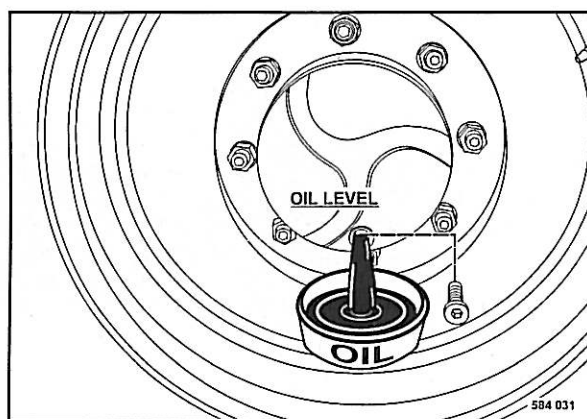

Fig. 116
- Colocar la rueda de accionamiento de forma que el tapón de cierre (Fig. 116) se encuentra en el punto más abajo.